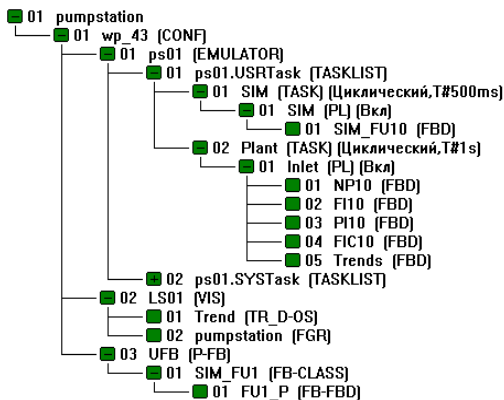

Рис. 2.8 – Дерево проекту системи водопостачання
*SIM\_FU10.PRT*. Це, поперше, мнемосхема установки, по-друге – блок симулятора роботи установки та блок керування насосом. В результаті отримайте дерево проекту, яке зображене на рис. 2.8. В цьому дереві присутні два вузли та функціональний блок користувача.
Спочатку завантажте проект, який був розроблений раніше. Це проект, дерево якого показано на рис. 2.8. За допомогою контекстного меню додайте в задачу користувача *Plant* нову програму з ім'ям *sfc* на мові *SFC*. Відкрийте цю програму на редагування. З'явиться вікно з робочим простором, поділеним на комірки вертикальними та горизонтальними лініями. У цьому просторі будується структура програми *sfc*, яка складається з кроків та переходів. При цьому, крокі мають виконувати дії, а переходи мають умови. Ці елементи програми з'єднуються горизонтальними та вертикальними лініями. Програма обов'язково повинна